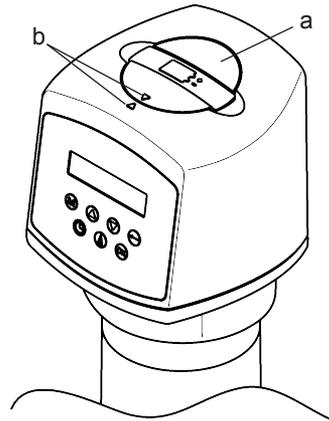

Abb. 10: Batteriewechsel
5. Batteriedeckel wieder schließen. Auf korrekte Lage der Pfeilmarkierungen achten (siehe Abbildung 10).